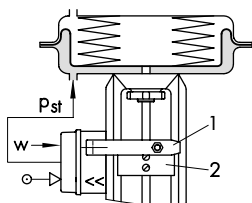

Fig. 7 · Virkeretning: << (Monteres til venstre)
Den pneumatiske tilslutning er udført med enten 1/4 NPT gevind eller ISO 2228/1-G1/4 gevind. De gængse tilslutninger for metal- og kobberør (eller plastic slange) kan bruges som tilslutninger. Tilgangsforsyningen skal være instrumentluft. Dvs. tør, vand- og smudsfri. Sørg altid for at den kommer fra en reduktionsstation. Sørg også altid for, at luftforsyningen er blevet blæst ud, før De tilslutter positioneren. Positionerens afgang tilsluttes aktuatoren efter Fig. 7 - 10.
Måden hvorpå positioneren er forbundet til aktuatoren, er vist på Fig. 7 -10.
4.1.1 Ændring af virkeretning (Fig.7 -10 og Fig. 11)